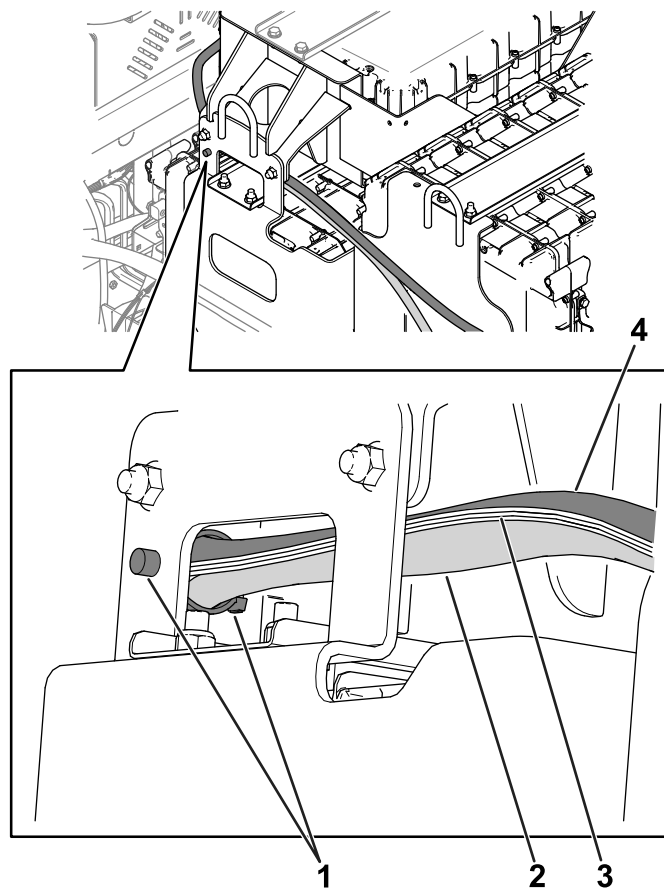

Figura 10
6. Utilizzate la chiusura a pressione per fissare i cavi delle batterie e il cablaggio preassemblato dell'interfaccia dati alla base delle batterie (Figura 10).